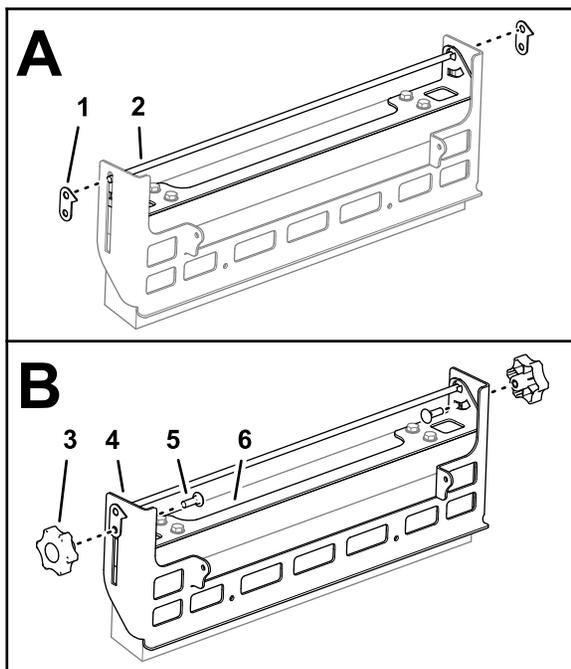

**Figure 2**
1. Montez la brosse et le support de réglage sur le support de montage, comme montré à la Figure 2.